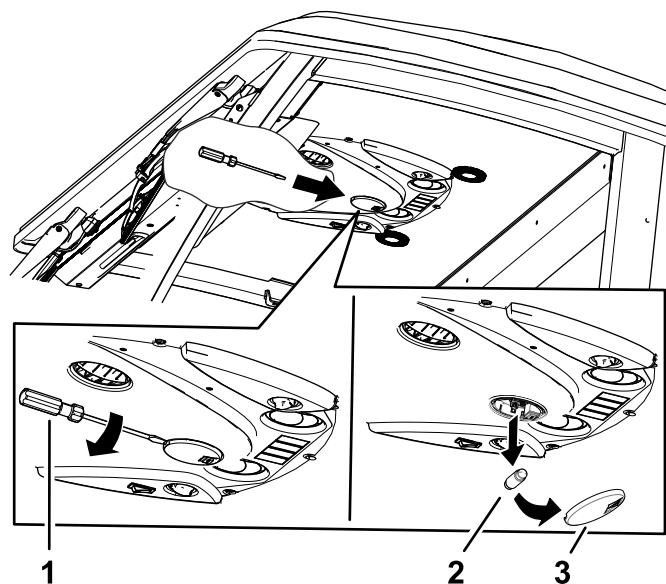

Figura 86
1. Utilice un destornillador para retirar la lente de la luz del panel de control. (Figura 86).
2. Retire la lámpara de la base (Figura 86).